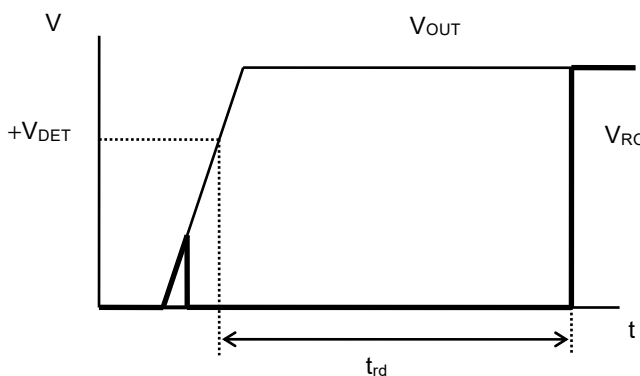

図6 解除遅延時間
*3. V_{OUT} が $+V_{DET}$ を越えてから実際にRO端子の出力が反転するまでの時間 (図6参照)。この値は解除遅延時間、監視時間調整コンデンサ (C_{DLY}) で変更可能です。